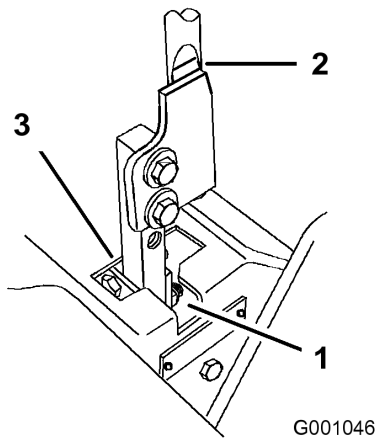

Bild 59
5. Move the lever to the neutral position but not locked (Bild 59).
6. Ziehen Sie den Hebel zurück, bis der Lastösenbolzen (am Arm unter dem Gelenkschaft) das Schlitzende berührt (und soeben Druck auf die Feder ausübt) (Bild 59).
7. Prüfen Sie, ob der Fahrtriebshebel relativ zur Kerbe im Armaturenbrett ist (Bild 59). Er sollte zentriert sein, so dass der Hebel nach außen in die gesperrte Neutralstellung gedreht werden kann.